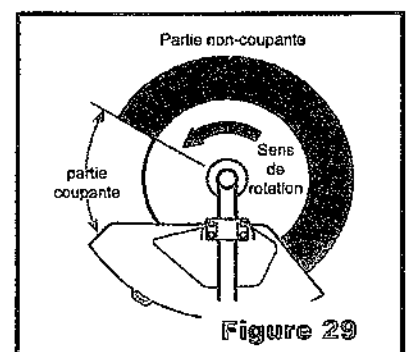

Figure 29
- La partie coupante de la lame est uniquement le quart gauche (Fig. 29). Ne pas essayer de travailler avec la partie droite de la lame.